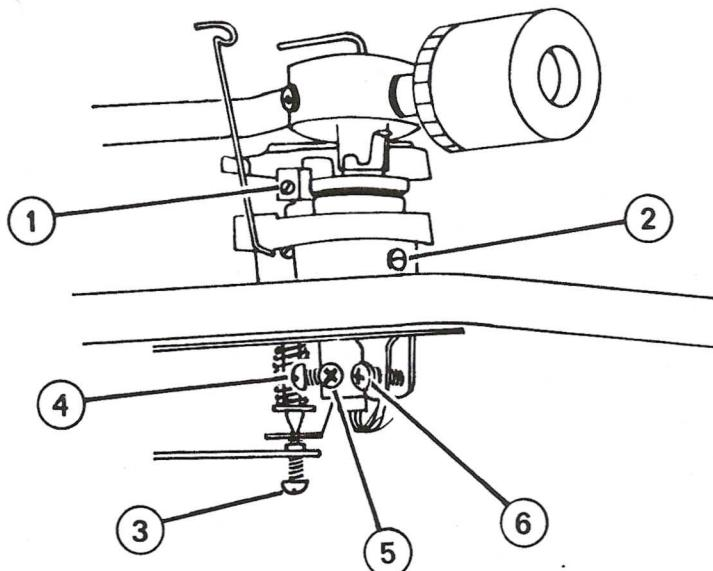
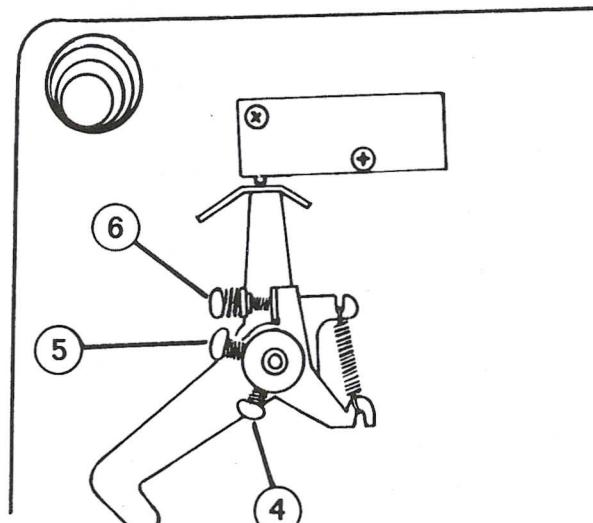

Fig.7. Demontering av pickuparm
Fig.8. Justeringsskruer, pickuparm
- 2.6 Demontering av pickuparm, (fig. 7)**
- Løs skruene (2), (4) og (5), (fig. 7).
- Ved montering, sett pickuparmen på plass og fest den på pickuparmstøtten. Skru inn skrue (2).
- Sett pickup-platen i den stilling der den holder mikrobryteren inntrykket, og skru inn skruene (4) og (5), se fig. 8.
Det er sleidearmens posisjon i forhold til pickup-armen som bestemmer når auto-returnfasen skal starte, og dette forholdet kan finjusteres med skruen (6) fig. 7.
- Pickupstiftens høyde over grammofonplaten skal under returfasen være ca 7 mm. Hvis justering er nødvendig løs skruene (1) fig. 7 og juster løftekammens høyde.
- Om nødvendig, juster med skrue (3) fig. 7.
- 2.6 Dismantling the pick-up arm (fig. 7)**
- Remove screws (2), (4) and (5), fig. 7.
- When assembling, put the pick-up arm in position and fix it to the arm support. Screw home screw (2).
- Put the pick-up plate in the position where it holds the microswitch depressed and screw home the screws (4) and (5), see fig. 8.
It is the slide arms position in relation to the pick-up arm that determines when the auto-return phase should start and this relationship can be finely adjusted with screw (6), fig. 7.
- The pick-up needles height over the record should be about 7 mm (1/4") during the return phase. If adjustment is necessary, loosen screw (1) in fig. 7 and adjust the lifting cams height.
- If necessary adjust with screw (3) fig. 7.
- a) Undersøk fjær og skruer på pickup-plate (fig. 7).
- a) Check the spring and screws on the pick-up plate (fig. 7).